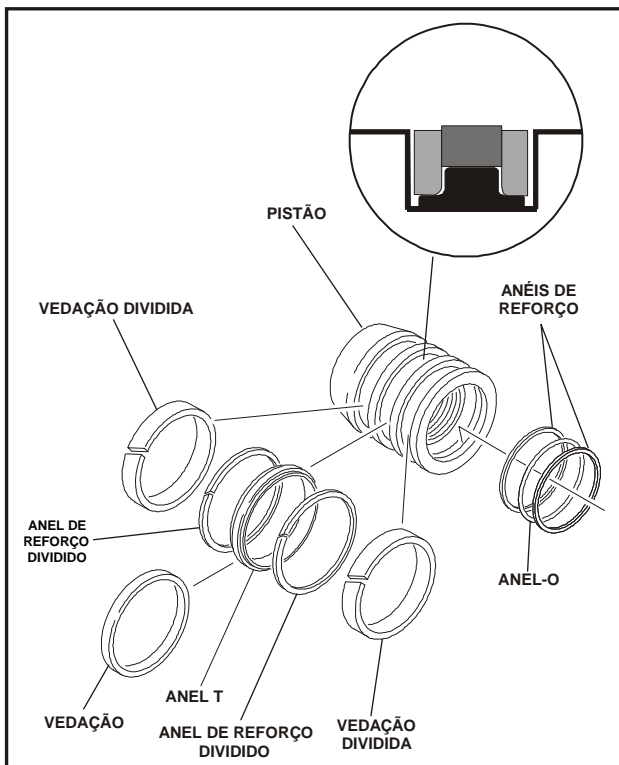

Figura 4-10. Instalação do kit de vedação do pistão
9. Coloque novos bloqueios de guia e vedações nas ranhuras do diâmetro externo aplicável do pistão do cilindro. (Consulte a Figura 4-10.)